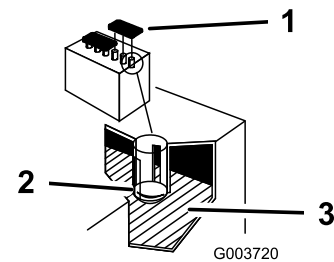

Figura 58
2. Abra las tapas para inspeccionar el interior de las células. El electrolito debe llegar hasta la parte inferior del tubo (Figura 58).
Importante: No permita que el electrolito esté por debajo de la línea inferior (Figura 58).
2. Retire los tapones de llenado de la batería (Figura 58).
3. Vierta lentamente agua destilada en cada célula de la batería hasta que el nivel llegue a la parte inferior del tubo (Figura 58).